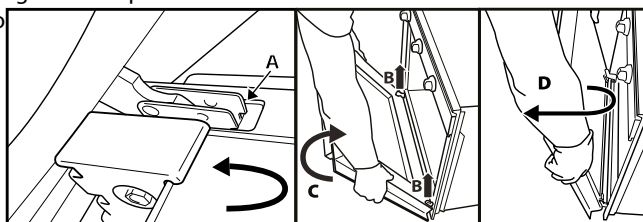

Fig.2
3. Fermez complètement la porte (A), soulevez-la (B), et faites-la pivoter (C) jusqu'à ce qu'elle se décroche (D) (fig. 2).
2. Les autres accessoires, comme la lèchefrite et la plaque de cuisson, sont introduits de la même façon que la grille (Fig. 2).